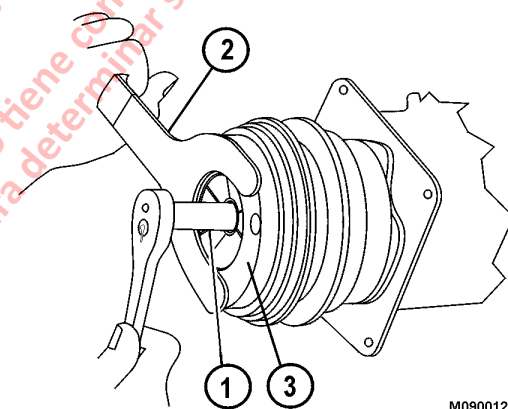

FIGURA 4-18.
3. Retire la tuerca de seguridad (4) con un dado rebajado (1, Figura 4-18) o un equivalente. Utilice la herramienta para sostener el cubo del embrague (2), la llave de horquilla (J-9403) o un equivalente para sostener el cubo del embrague (3) mientras saca la tuerca de seguridad. Se recomienda reemplazar la tuerca de seguridad después de retirarla.